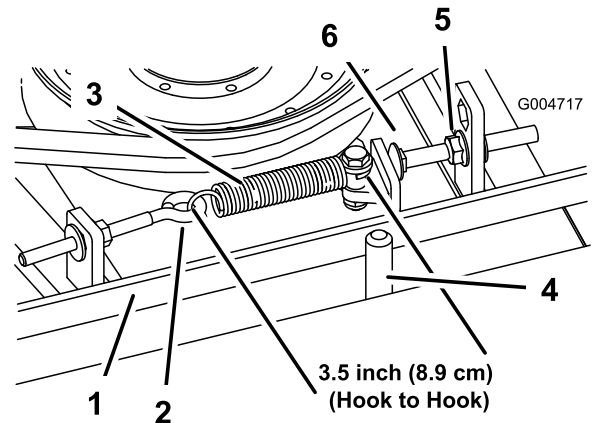

Bild 70
Haken) innen ungefähr $8,9 \text{ cm} \pm 6 \text{ mm}$ betragen. Wenn die Federspannung richtig ist, stellen Sie die Anschlagsschraube (Schlossschraube) ein, bis der Abstand zwischen dem Schraubenkopf und dem Spanner ungefähr $3 + 1,5/0,0 \text{ mm}$ beträgt (Bild 70).
Hinweis: Achten Sie darauf, dass der Riemen auf der Federseite der Riemenführung positioniert ist (Bild 70).
2. Lösen Sie den Augenbolzen, um die Verlängerungsfeder abzunehmen (Bild 70).
3. Lösen Sie die Bundmutter, mit der die Anschlagsschraube an der Befestigungslasche befestigt ist. Schieben Sie die Mutter so weit zurück, dass der Spanner an der Anschlagsschraube vorbeigeführt werden kann (Bild 70). Bewegen Sie die Spannscheibe vom Riemen weg, um diesen zu entspannen.
- Setzen Sie die Verlängerungsfeder (Bild 70) wieder in den Augenbolzen ein und spannen Sie den Riemen wie folgt: